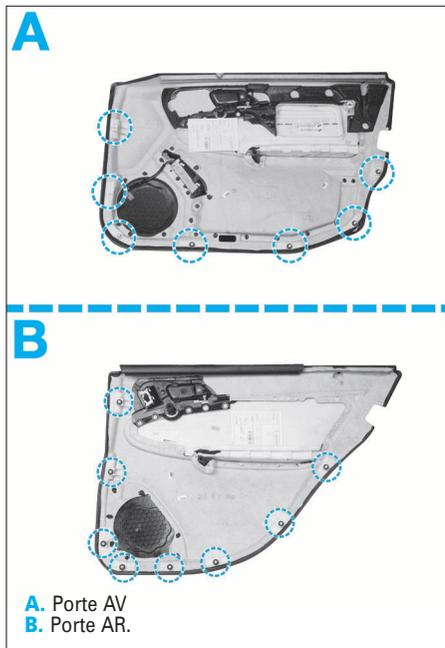

FIG. 46
- Décliper la garniture en prenant appui le plus près possible des clips (Fig.46).